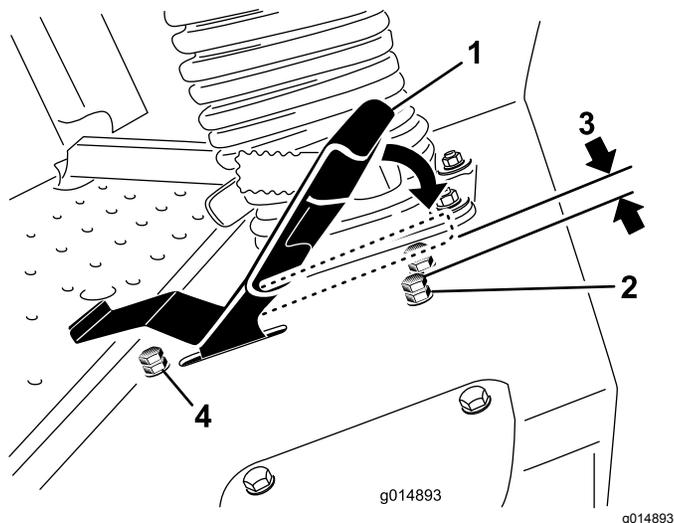

Figura 87
3. Afloje la contratuerca del perno de tope del pedal de tracción (Figura 87).